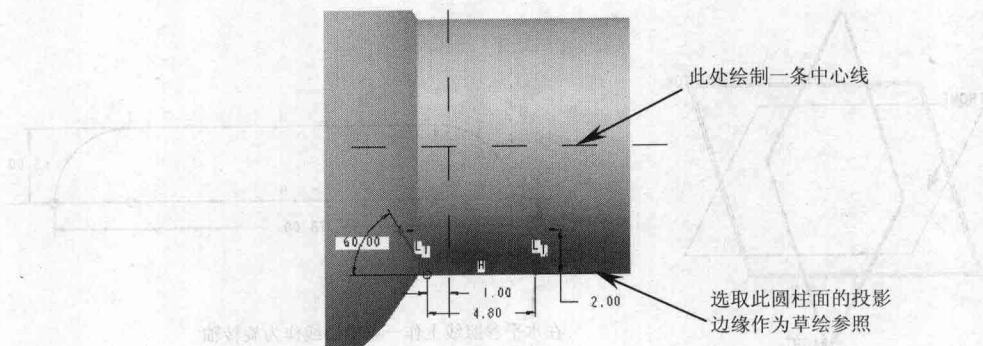

图1-6
- (1) 在菜单栏中选择【插入】/【螺旋扫描】/【伸出项】命令，弹出【伸出项：螺旋扫描】对话框和【属性】操作菜单。在默认的属性选项中单击【完成】，并对【扫引轨迹】进行操作，选取基准平面 **front** 作为草绘平面，左向参考面为基准平面 **right**，进入草绘环境，再选取圆柱面的投影边缘作为草绘参照，并绘制如图 1-6 所示的图形，然后单击 **✓** 按钮退出草绘环境。